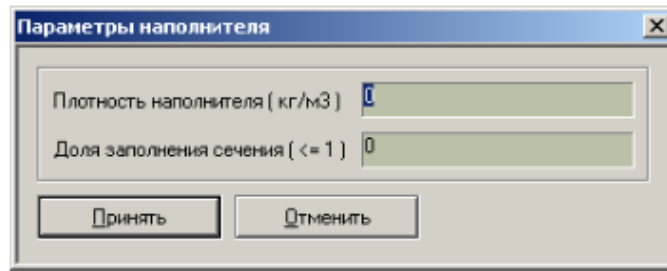

Рис. 5.6.7. Диалоговое окно задания плотности транспортируемого продукта
3. В появившемся диалоговом окне (рис. 5.6.7.) необходимо задать плотность транспортируемого продукта и процент заполнения им поперечного сечения.